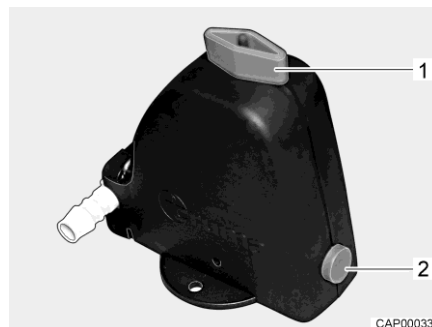
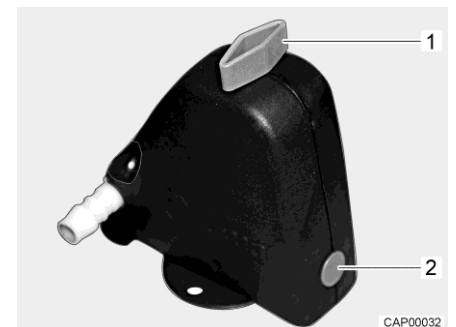

Fig. 61 Valvola di sicurezza/di scarico aperta
Fig. 62 Valvola di sicurezza/di scarico chiusa
- Chiudere la valvola di sicurezza/di scarico. A tal fine ruotare la manopola (Fig. 61,1) trasversalmente rispetto alla valvola di sicurezza/di scarico e premere verso l'interno il bottone automatico (Fig. 61,2). La valvola di sicurezza/di scarico chiusa è rappresentata in Fig. 62. Con temperature inferiori a 6 °C non è possibile chiudere la valvola di sicurezza/di scarico.